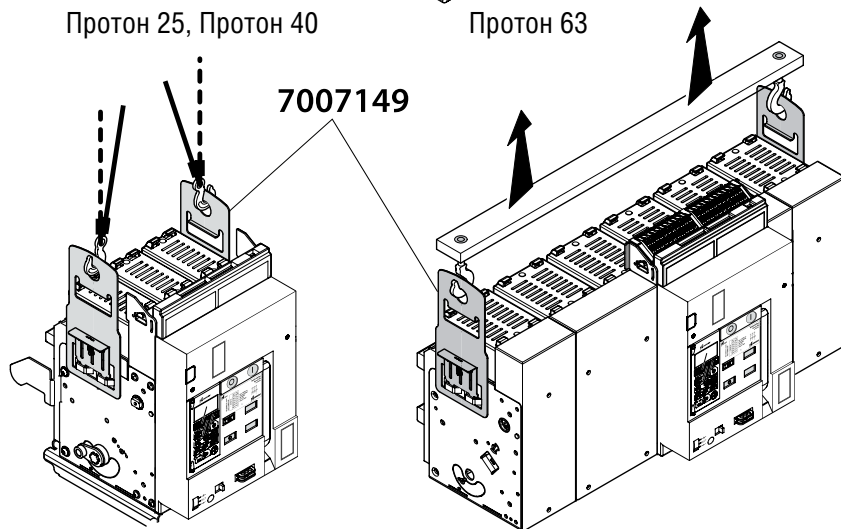

Рисунок 7. Порядок выполнения такелажных работ
1.7.7 Для удобства выполнения такелажных работ в выключателях Протон предусмотрены подъемные пластины, см. рисунок 7.